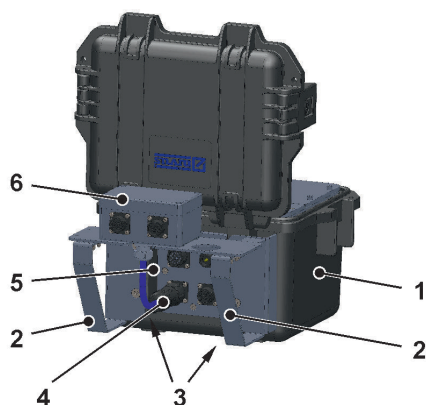

Abb. 2-1 NFM mit Adapterbox
Die Adapterbox kann entweder in Verbindung mit den Schutzbügeln (Abb. 2-1 Pos. 2) direkt am NivuFlow Mobile montiert oder an einer anderen Stelle befestigt/abgelegt werden. Wenn die Adapterbox nicht am NFM montiert wird, muss sie gesichert werden, für den Fall, dass es zu Überflutungen kommt.
1. Gummipuffer (ohne Abb.) auf der Rückseite des NivuFlow Mobile (Abb. 2-1 Pos. 1) abschrauben. Die beiden (jetzt losen) Anschraubbleche (Abb. 2-1 Pos. 3) in den Anschraubkanälen (Abb. 2-1 Pos. 5) werden bereits im nächsten Arbeitsschritt wieder benötigt.
2. Schutzbügel (Abb. 2-1 Pos. 2) mit den mitgelieferten Schrauben am NivuFlow Mobile befestigen.
3. Adapterbox (Abb. 2-1 Pos. 6) mit den mitgelieferten Schrauben auf den Schutzbügeln befestigen.
5. Stecker (Abb. 2-1 Pos. 4) des Anschlusskabels der Adapterbox in die v2/h-Buchse am NivuFlow Mobile einstecken.